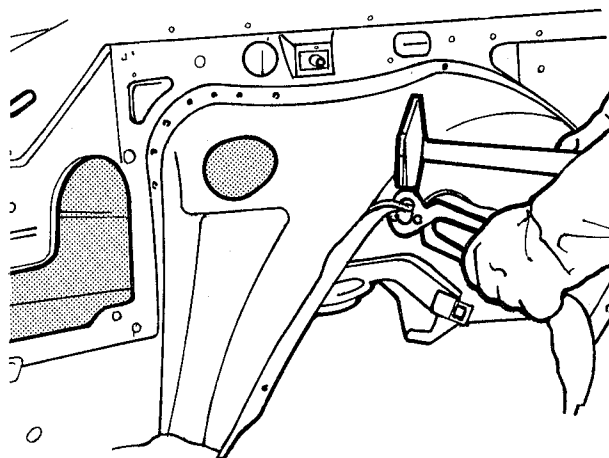

fig. 123
11. Remover os restos do painel das abas soldadas por pontos (fig. 123)